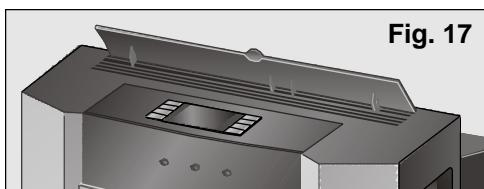

Fig. 17
- Levantar o orientador de ar situado na parte superior do equipamento, **Fig. 17**.